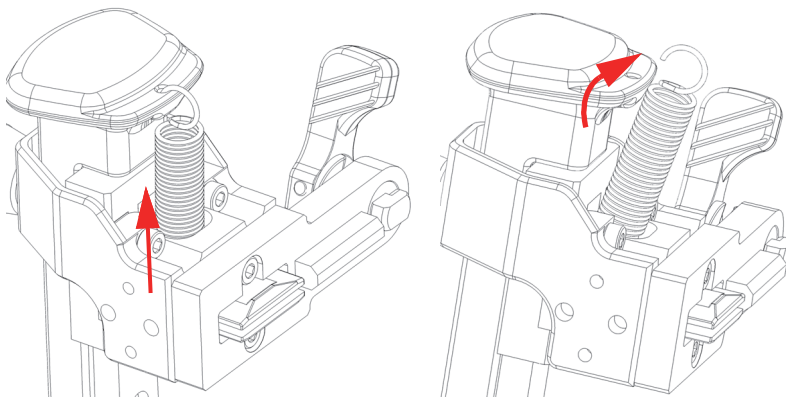

Рис. 2-27 Снятие пружины
2. Извлеките верхнюю часть пружины из отверстия в подъемной ручке SLA (Рис. 2-27 на стр. 56).